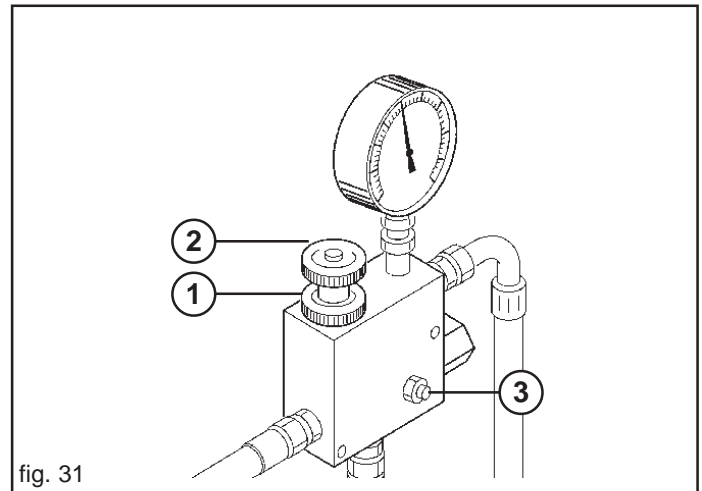

fig. 31
Wenn man die Gebläseumdrehungen für die Verteilung von schwereren Dünger erhöhen will, mit Vorsicht und Achtung wie folgt vorgehen (Abb. 31):
- b) Sicherung vom Regelventil (1, Abb. 31) lockern;
- b) Regelventil (2, Abb. 31) im Uhrzeiger- oder Gegensinn drehen um den Druck zu senken oder zu erhöhen und daher die Gebläseumdrehungen zu ändern.